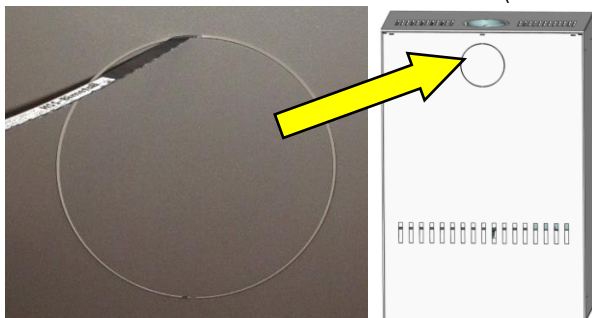
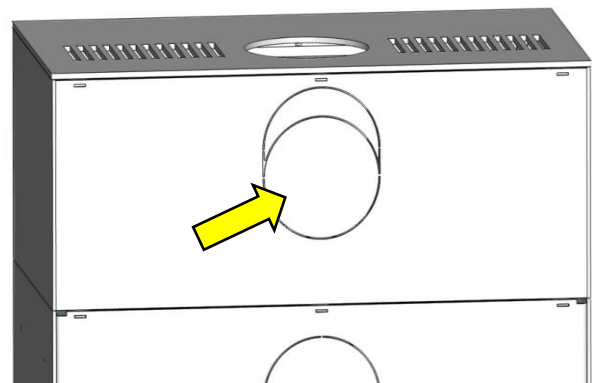

Abb. 11: Ausbruch öffnen
Abb. 14: Ausbruch Aufsatz
1. Mit Metallsägeblatt (Abb. 11) die Stege der Blende auf der Rückseite des Aufsatzes durchtrennen (Abb. 14).